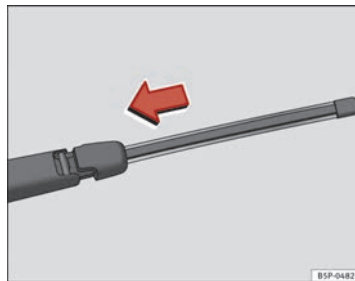

Fig. 132 Colocar la escobilla de limpialuneta ►
- Sitúe la escobilla, tal como se indica en la ⇒ fig. 132 y deslice el adaptador hasta que encastre.